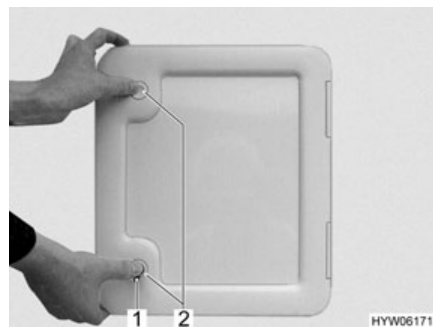

Fig. 167 Trampilla para el cassette Thetford
La trampilla de evacuación para el cassette Thetford (Fig. 167) está en la parte exterior del vehículo.
- Introducir la llave en el cilindro de cierre del cierre a presión (Fig. 167,1) y girarla un cuarto de vuelta en sentido de las agujas del reloj.
- Presionar ambos cierres a presión (Fig. 167,2) al mismo tiempo con el pulgar y abrir la trampilla para el cassette Thetford.